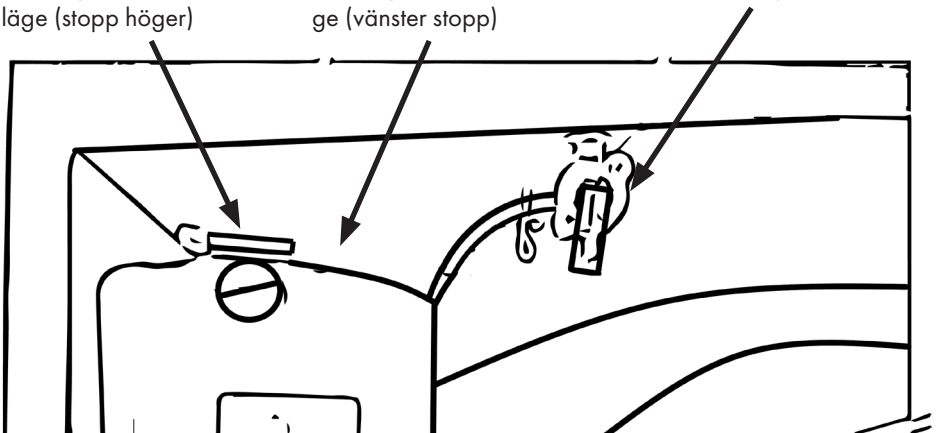

Bild 6
- Öppna bränslekranen. Se även bild 6. (Handtaget på kranen pekar nedåt)